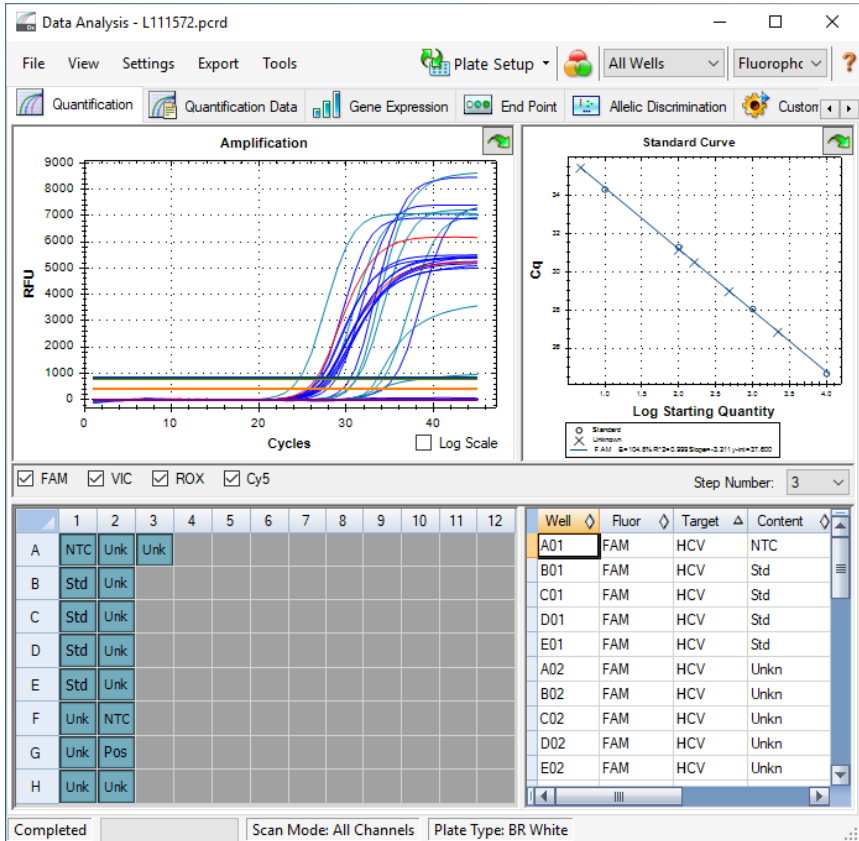
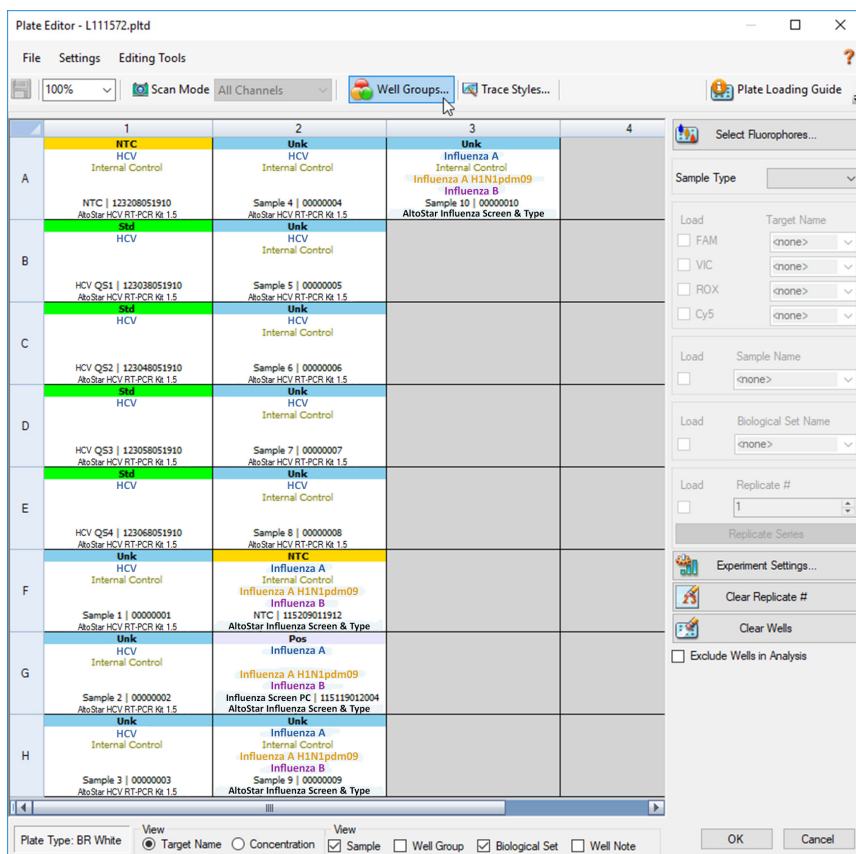
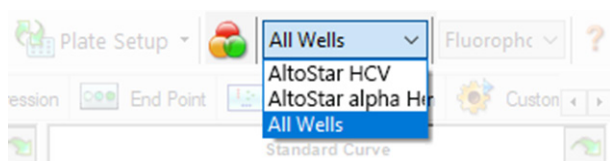

Figura 28: Ventana Data Analysis (análisis de datos)
Figura 29: Cuadro de diálogo Plate Editor (editor de placa)
Figura 33: Botón Well Group (grupo de pocillos) y menú desplegable Well Group (grupo de pocillos)
Al final de la serie PCR, se muestra la ventana **Data Analysis** (análisis de datos) (consulte la Figura 28).
1. En la ventana **Data Analysis** (análisis de datos) (consulte la Figura 28), haga clic en el botón **Plate Setup** (configuración de la placa) en la barra de herramientas y seleccione **View/Edit Plate** (ver/editar placa). Se muestra el cuadro de diálogo **Plate Editor** (editor de placa) (consulte la Figura 29).
En la ventana **Data Analysis** (análisis de datos) (consulte la Figura 28), asegúrese de seleccionar el **Well Group** (grupo de pocillos) del kit AltoStar® HCV RT-PCR Kit 1.5. Por tanto, haga clic en el menú desplegable **Well Group** (grupo de pocillos) junto al botón **Well Group** (grupo de pocillos) (consulte la Figura 33) de la barra de herramientas. No utilice el **Well Group** (grupo de pocillos) «All Wells» (todos los pocillos).
1. En la ventana **Data Analysis** (análisis de datos) (consulte la Figura 28), asegúrese de seleccionar el **Well Group** (grupo de pocillos) del kit AltoStar® HCV RT-PCR Kit 1.5. Por tanto, haga clic en el menú desplegable **Well Group** (grupo de pocillos) junto al botón **Well Group** (grupo de pocillos) (consulte la Figura 33) de la barra de herramientas.
2. En la parte izquierda de la ventana **Data Analysis** (análisis de datos) marque únicamente la casilla de verificación **FAM** para el canal de detección del HCV objetivo (consulte la Figura 28).